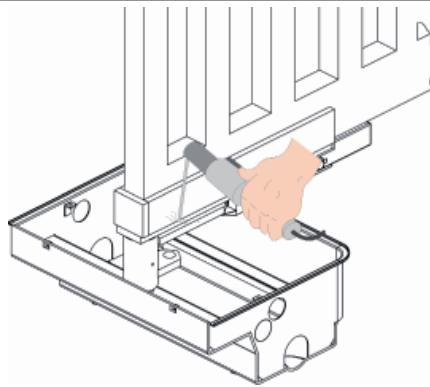

Fig. 11
- Las de geleidingsbeugel goed op de draagbeugel (Fig. 11).